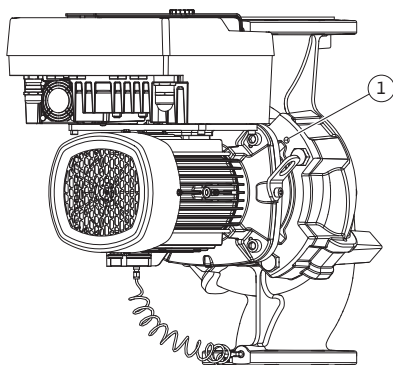
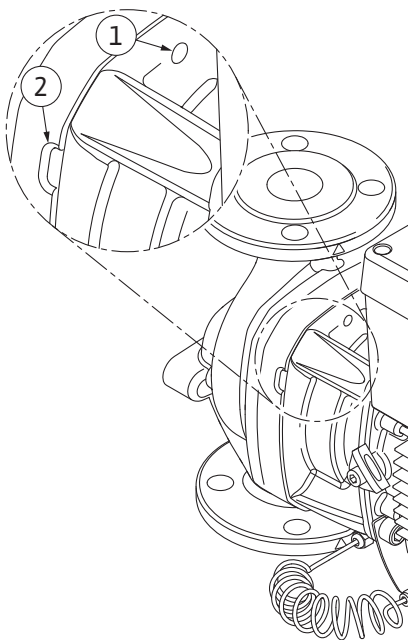

Fig. 103: Insteekset er via draadboringen afdrukken
Fig. 104: Draadboringen en spleten om de in-
11. Draai de schroef (Fig. I/III, pos. 10, Fig. II/IV, pos. 29) los die het fixatieplaatje van de verschilddruksensor op zijn plaats houdt. Trek de verschilddruksensor (Fig. I, pos. 8) met het fixatieplaatje naar de zijkant en laat het aan de drukmeetleidingen (Fig. I, pos. 7) hangen. Maak de aansluitkabel van de verschilddruksensor in de elektronikamodule of aan de steekverbinding los en trek de kabel los.
12. Maak voor pomptype (Fig. III, IV) de schroeven pos. 29 los. Gebruik de twee draadboringen (Fig. 103, pos. 1) die ernaast liggen en gebruik geschikte schroeven (niet inbegrepen, bijv. M10 x 25 mm). Druk de insteekset los van het pomphuis. Gebruik voor pomptype (Fig. I en Fig. II) de twee draadboringen M10 (zie Fig. 104) en gebruik geschikte schroeven (niet inbegrepen, bijv. M10 x 20 mm). Voor het afdrukken kunnen ook de spleten (Fig. 104, pos. 2) worden gebruikt. Positioneer daarvoor bijvoorbeeld twee schroevendraaiers en gebruik ze als hefboom. Na ca. 15 mm afdrukweg wordt de insteekset niet meer in het pomphuis geleid.